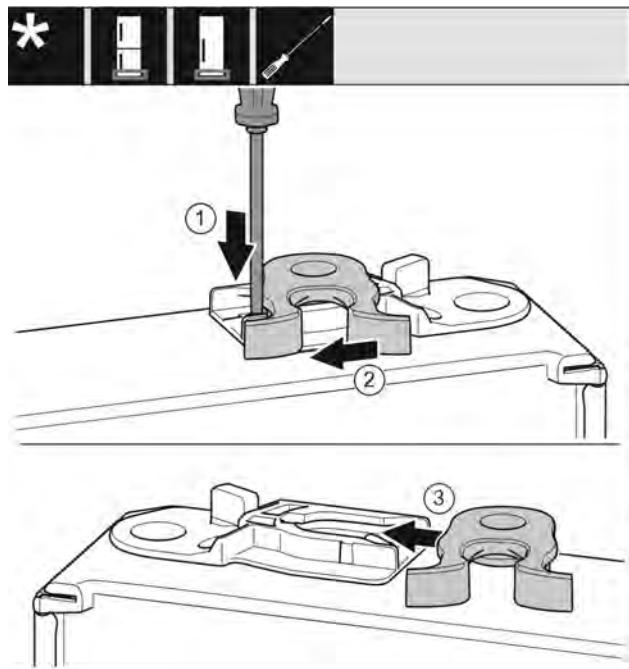

Fig. 27
- Нажмите шлицевой отверткой на накладку вниз. Fig. 27 (1)
- Выведите запорный крючок из направляющей. Fig. 27 (2)
- Вставьте запорный крючок в направляющую с другой стороны. Fig. 27 (3)